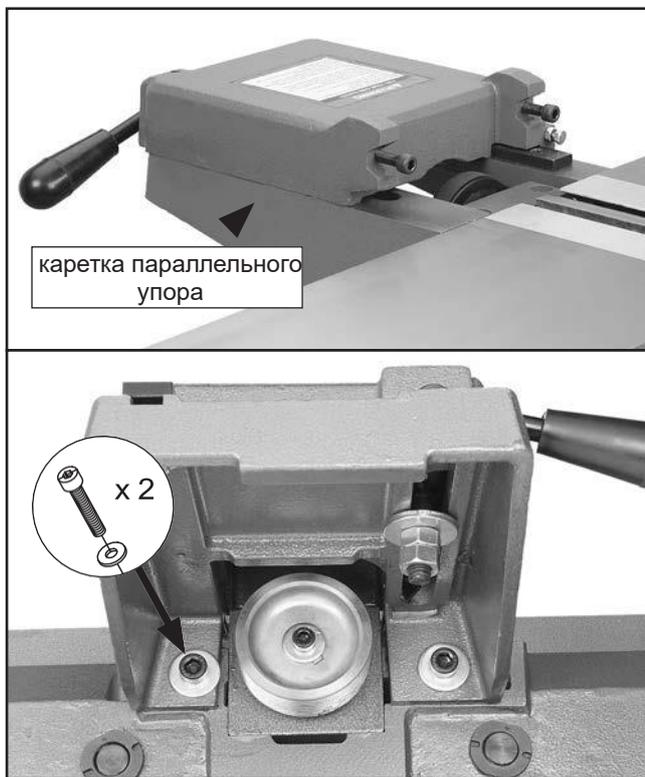

Рисунок 17. Установка каретки параллельного упора.
20. С помощью двух предустановленных винтов с накидной головкой и плоских шайб установите каретку ограждения на заднюю часть фуганок в сборе, как показано на рис. 17